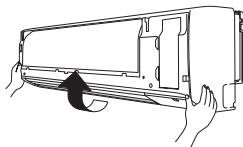

Fig. 3-86
- (6) Ruotare la griglia in direzione della freccia e rimuoverla tirandola verso di sé. (Fig. 3-86)